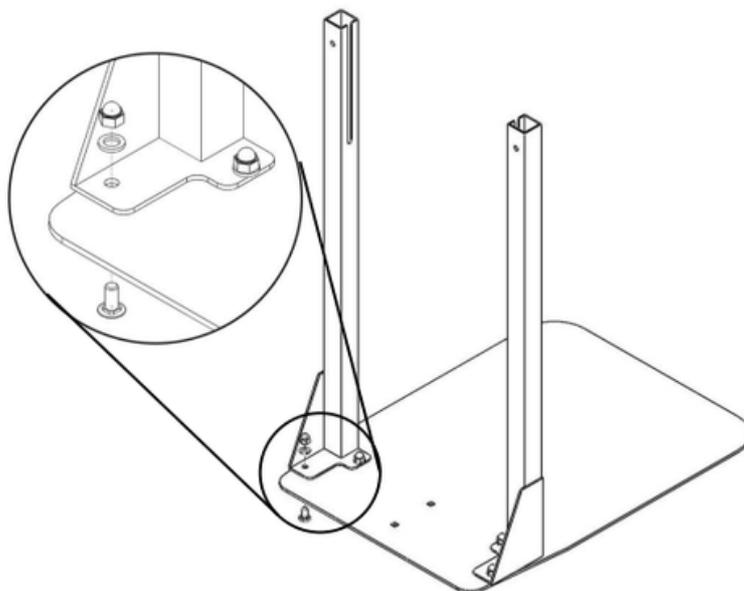

Figure 2
2. Fixez les supports ccGG sur la base ccFF en utilisant les vis à têtes arrondies ccA, les rondelles ccG et les écrous à têtes arrondies ccN. Voir figure 2.